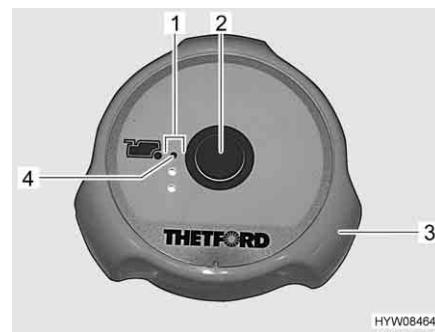

Fig. 169 Pulsante dello sciacquone/spie di controllo (toilette Thetford)
- Prima di tirare l'acqua, aprire il cursore della toilette Thetford. A tal fine ruotare la maniglia girevole (Fig. 169,3) in senso antiorario.
- Per sciacquare premere il pulsante blu (Fig. 169,2).
- Dopo aver tirato l'acqua chiudere il cursore. Ruotare la maniglia girevole (Fig. 169,3) in senso orario.
Le spie di controllo (Fig. 169,1) indicano il livello del serbatoio fecale. Quando si accende la spia di controllo rossa (Fig. 169,4), il serbatoio fecale deve essere svuotato.
- Ruotare la maniglia girevole (Fig. 169,3) in senso orario. Il cursore viene chiuso. Per svuotare il cursore **deve** essere chiuso nella toilette Thetford.